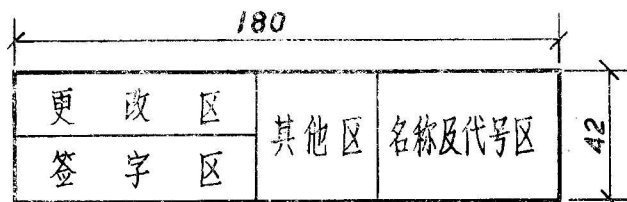
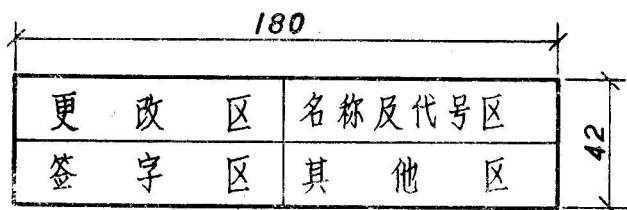

图 3
图 4
3.4 标题栏可用两种格式，见图3和图4。标题栏各区项目内容可参见附录A（参考件）。